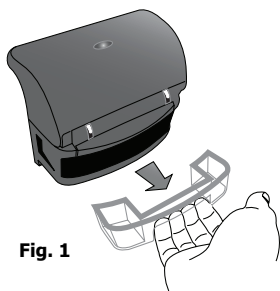

Fig. 1
1. Estrarre il raccoglitore dell'acqua sotto della cerniera del coperchio tirando verso l'esterno [Fig. 1]. Eliminare l'acqua raccolta dopo ciascun utilizzo.